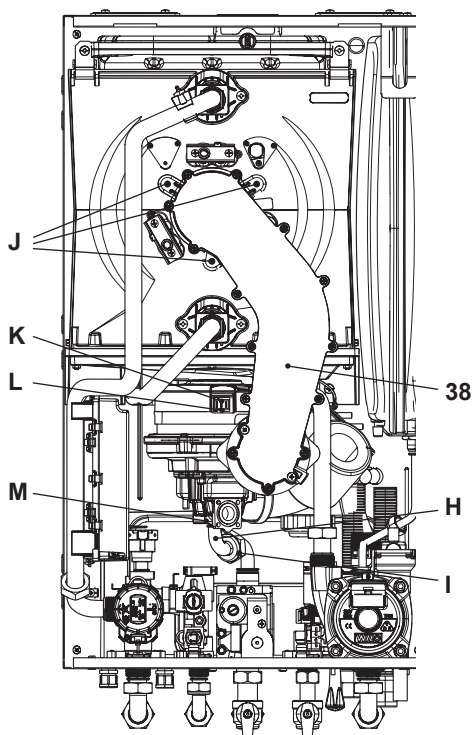

Figura 9.11
Rimozione del gruppo bruciatore ventilatore 38 in Figura 9.11.
- Inserire un cacciavite piano nella rientranza L del connettore K e fare leva verso il basso, contemporaneamente scollegare il connettore K tirandolo frontalmente (Figura 9.11).
- Svitare le viti J e rimuovere il gruppo bruciatore ventilatore 38 (Figura 9.11).